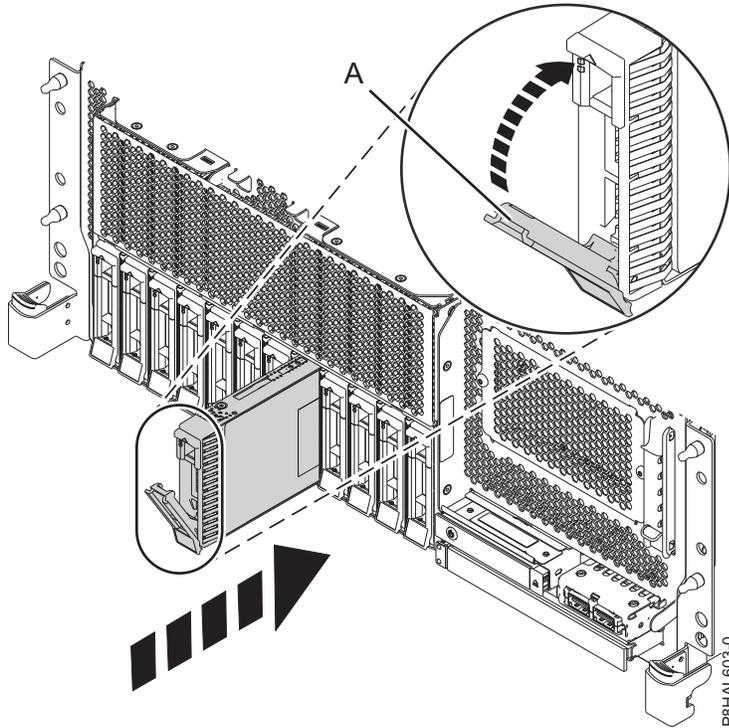

Abbildung 6. Plattenlaufwerk installieren - Einschubsystem mit Basisfunktionen
3. Entriegeln Sie den Griff (A) des Laufwerks, indem Sie ihn zusammendrücken und zu sich hin nach außen ziehen. Wird der Griff nicht ganz nach außen gezogen, lässt sich das Laufwerk nicht in das System einschieben. Siehe Abb. 6 auf Seite 9, Abb. 7 auf Seite 9, Abb. 8 auf Seite 10 und Abb. 9 auf Seite 11.
5. Schieben Sie das Laufwerk ganz in das System ein und verriegeln Sie es dann, indem Sie den Griff des Laufwerks (A) eindrücken, bis er einrastet. Siehe Abb. 6 auf Seite 9, Abb. 7 auf Seite 9, Abb. 8 auf Seite 10 und Abb. 9 auf Seite 11.